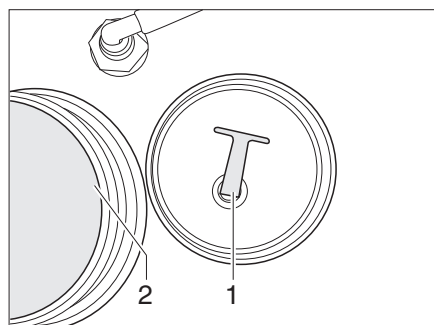

Fig. 336 Bouchon de fermeture
- Dévisser le bouchon de fermeture (Fig. 336,1) de l'ouverture de vidange (Fig. 336,2). L'eau s'écoule.